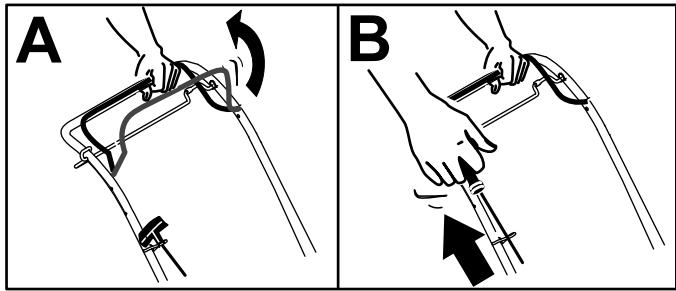

Figure 12
- Maintenez la barre de commande de la lame contre le guidon (A de Figure 12).
- Tirez la poignée du lanceur (B de Figure 12).